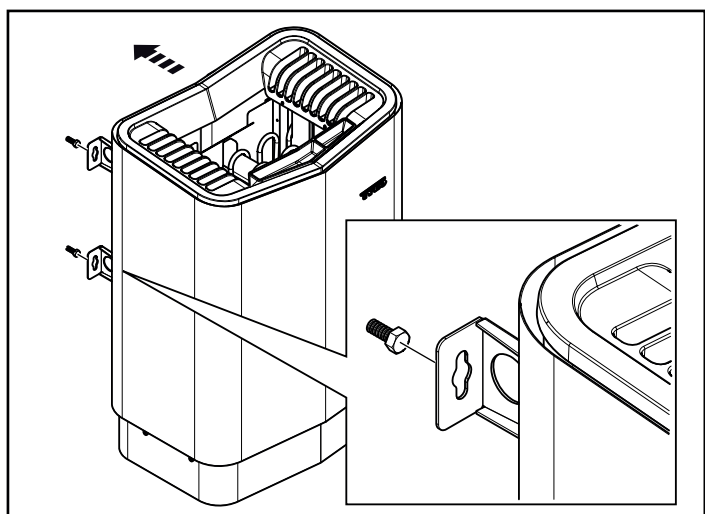

Figure 13 : Suspendez le poêle.
7. Suspendez le poêle sur les vis (voir figure 13).